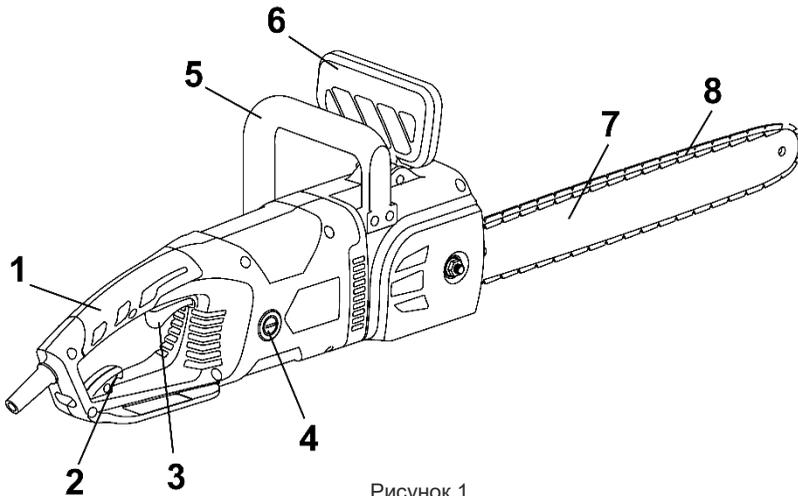

Рисунок 1
корпусу з органами управління та захисту (1,3,5,6); пиляльної гарнітури у складі шини (7), пиляльного ланцюга (8) з системою натягування та автоматичного змащування ланцюга; однофазного колекторного двигуна з подвійною ізоляцією, який встановлений по «подовжній» схемі – вісь двигуна паралельна вісі виробу, при цьому рух на приводну шестерню ланцюга передається під кутом 90° через конічний редуктор; системи зчеплення з відцентровою муфтою та гальмами, – згідно рис. 1.